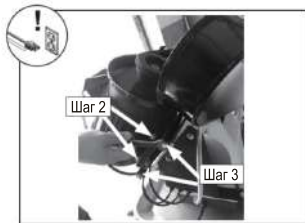

Рисунок 6. Расположение шестигранных болтов натяжения клинового ремня.
2. Ослабьте два болта с шестигранной головкой на кронштейне крепления двигателя (см. рисунок 6).
3. Отрегулируйте два болта с шестигранной головкой на монтажной пластине двигателя, чтобы ослабить ремень (см. рисунок 6).